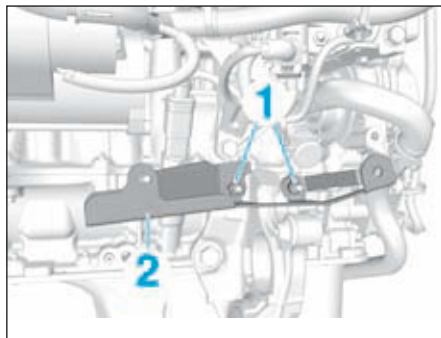

FIG.98
- Déposer les écrous (1) et le support (2) (Fig.98).